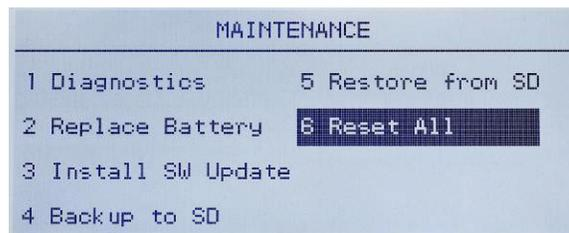

Abbildung 3-31: Alle Setup-Blöcke zurücksetzen
- Wählen Sie **Alles zurücksetzen** unter „Wartung“ (Abbildung 3-31), um alle Setup-Einstellungen auf die werkseitigen Standardeinstellungen zurückzusetzen. Beachten Sie, dass weder bei diesem Vorgang noch bei einer Waagenrücksetzung Typ, Kapazität, Ziffernschritt oder Kalibrierdaten zurückgesetzt werden. Nur durch eine Hauptrücksetzung können diese Parameter